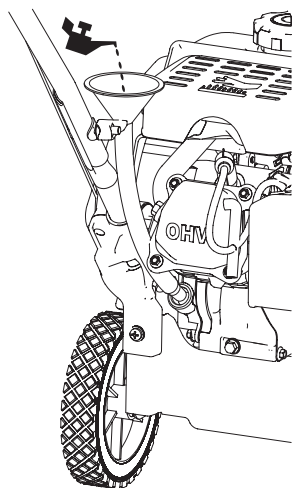

Рис. 6
- Выверните пробку-щуп заливной горловины и с помощью специальных шланга и воронки (в комплект поставки не входят) залейте необходимое количество моторного масла (Рис. 6). Плотнo заверните пробку-щуп.